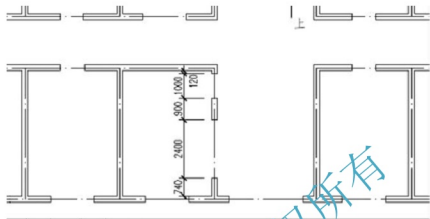

图 3.60 调整“120”文字的位置
(2) 单击文字“120”上的夹点,该夹点由蓝色(冷夹点)变成红色(热夹点),这时文字“120”附着到了光标上。
(3) 在**拉伸, 指定拉伸点或 [基点(B)/复制(C)/放弃(U)/退出(X)]**: 提示下, 移动光标将“120”放到图 3.60 所示的位置。